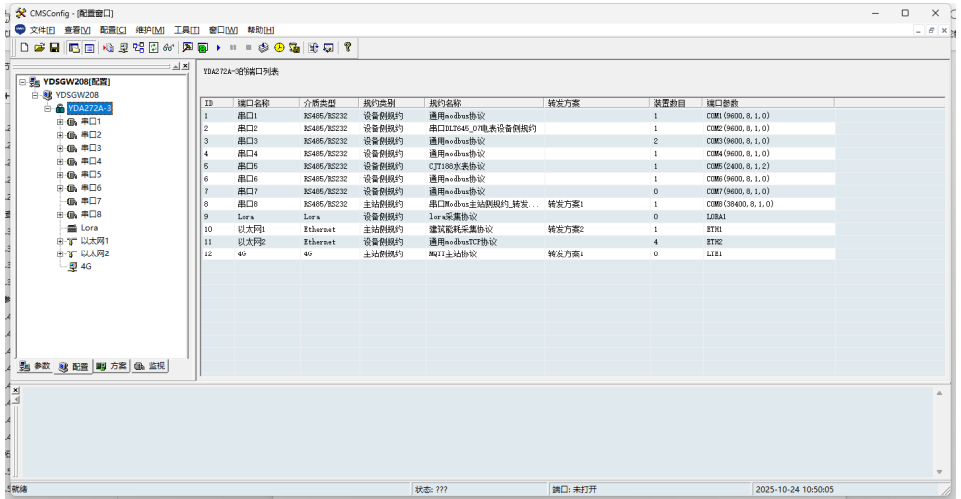

图 5-31 修改端口配置信息
- 修改端口配置信息：点击配置树的三级板卡节点（图标  主板卡或  虚拟板卡），配置窗口显示该板卡的端口配置列表（以“主板卡 1”为例），如图 5-31 所示。